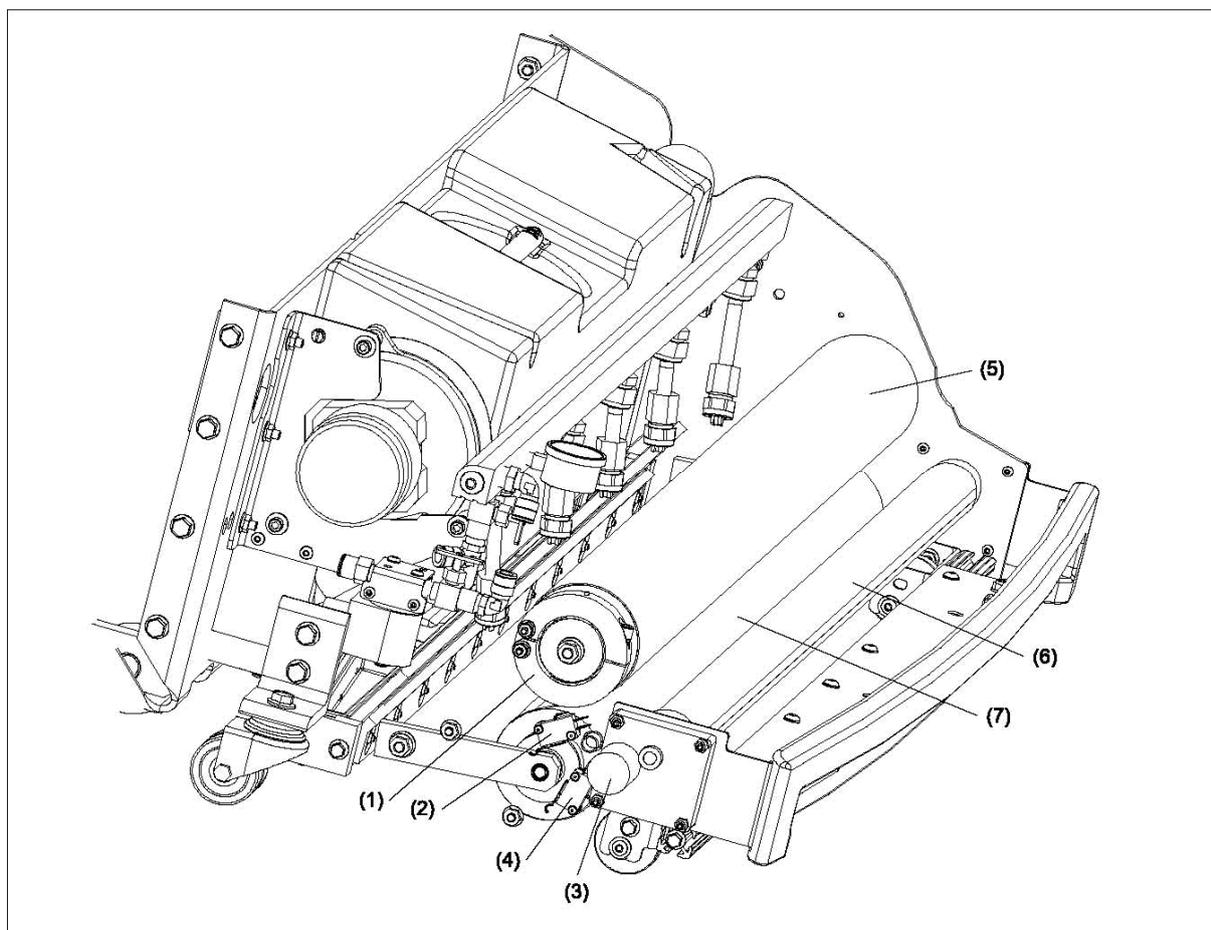

Рис. 2-3 Дастер
- 7. Принимающий валик продолжает вращаться, подготавливая полотно для обработки следующей дорожки. Рис. 2-3.